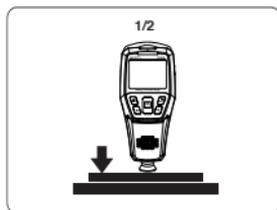

Figure 3
1. Lorsque la figure 3 apparaît à l'écran, placez une pellicule d'épaisseur de revêtement standard d'une épaisseur connue (p. ex., 500  $\mu\text{m}$ ) sur un substrat sans revêtement.